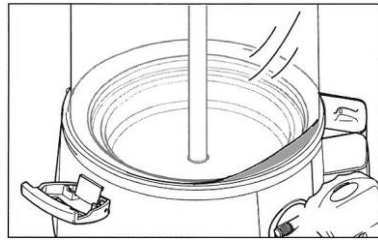

Fig. 35
6. La Fig. 35 muestra un recipiente mal ajustado; en este caso el recipiente NO está perfectamente en el borde de la base.